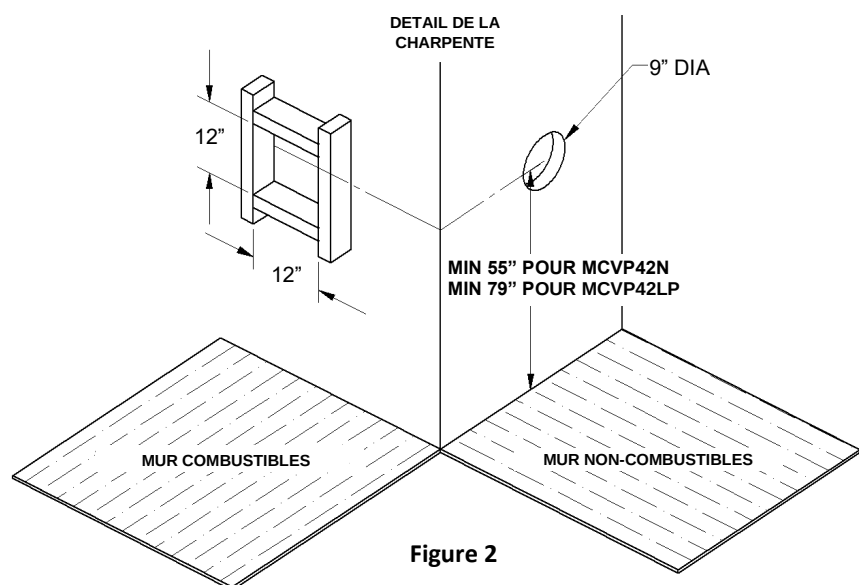

Figure 2
1. Pour déterminer la distance minimale entre le plancher du foyer et le centre de l'évent voir la page Comment encastrer votre foyer. Percez le mur en prévoyant un espace pour un manchon de 12po x 12po (diamètre intérieur) pour les murs combustibles et un manchon de 9po de diamètre pour les murs non combustibles. (voir figure 2)
La longueur maximale est de 20p /6.1m lorsque la longueur verticale est de 7pi/2.1m (figure 2) N.B. : Pour chaque 12po de conduit horizontal il doit y avoir 1/4po de conduit vertical.